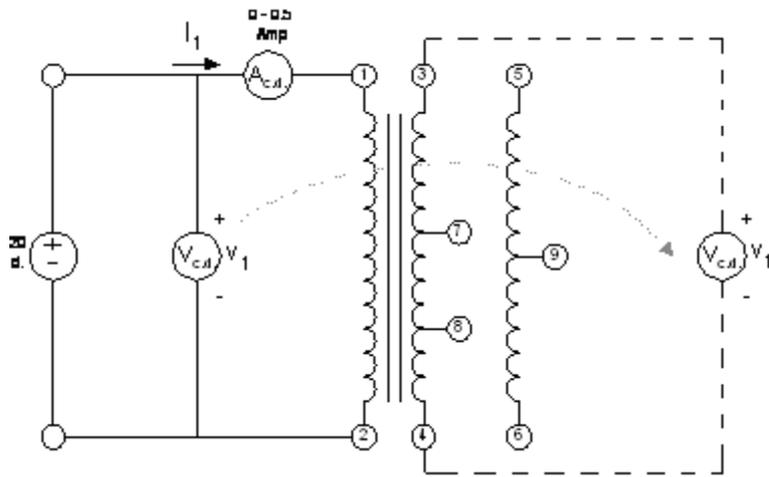

Figura 5.
9. Arme el circuito que se muestra en la figura 5. Use un multímetro analógico en la función de voltímetro y seleccione con la perilla **0-20 V CD**, conecte la terminal positiva a la terminal 1 y la negativa a la terminal 2 del transformador.